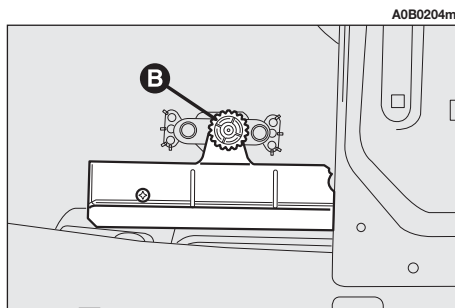

fig. 49
- Svitare il pomello (**B-fig. 49**), ed estrarre il gruppo completo.